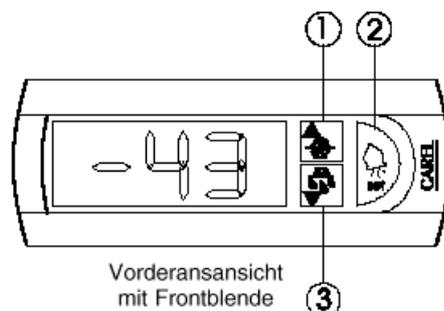

Abbildung 4-4 Regler
- 3) Set-Taste 1 sec. drücken (Pos.2; Abbildung 4-4).
- 4) SOLL-Wert per Pfeiltasten einstellen (Pos. 1 & 3; Abbildung 4-4).